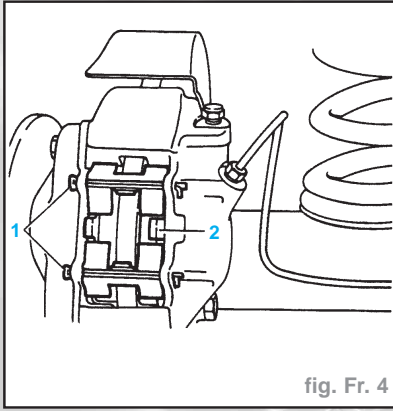

fig. Fr. 4
- Déposer les broches de retenue (1) des plaquettes et les ressorts (2) (Fig. Fr.4).